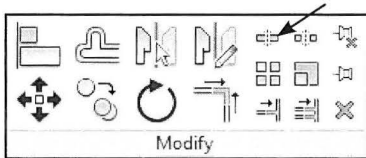

Fig. 09.169. Vælg *Split*.
- Vælg *Modify - Split* (Fig. 09.169)